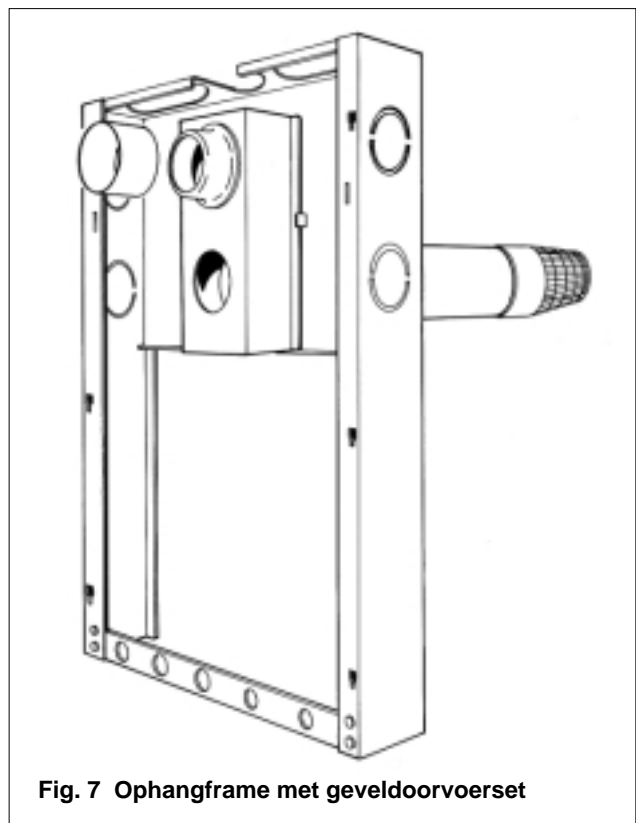

Fig. 7 Ophangframe met geveldoorvoerset
10. Schuif nu de gehele set zo ver in de muuropening, dat de verbrandingsgas afvoer/luchtaanzuigdoos tussen de daarvoor aanwezige lippen, tegen de achterwand van het frame komt. Hierna dienen deze lippen te worden omgeslagen. fig. 7.
3. Schuif de aluminium tussenring op de pijpmond van de geveldoorvoerset (zie fig. 7).